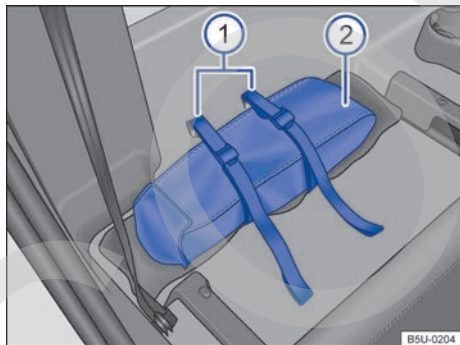

Fig. 159 Atrás del respaldo del asiento del pasajero: ② bolsa de herramientas de a bordo y ① cintas de fijación de la bolsa de las herramientas de a bordo.
- Posicionar la bolsa de herramientas de a bordo atrás del asiento del pasajero, sobre el triángulo de seguridad y a través de las cintas de fijación, según ⇒ fig. 159.